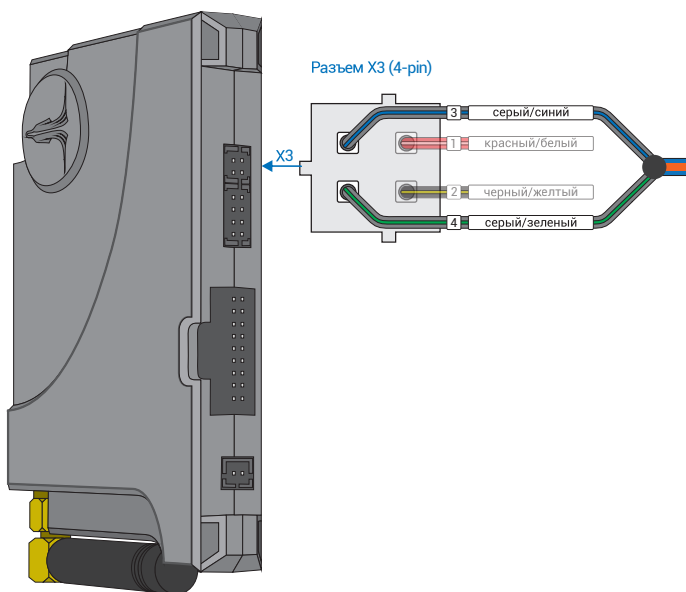
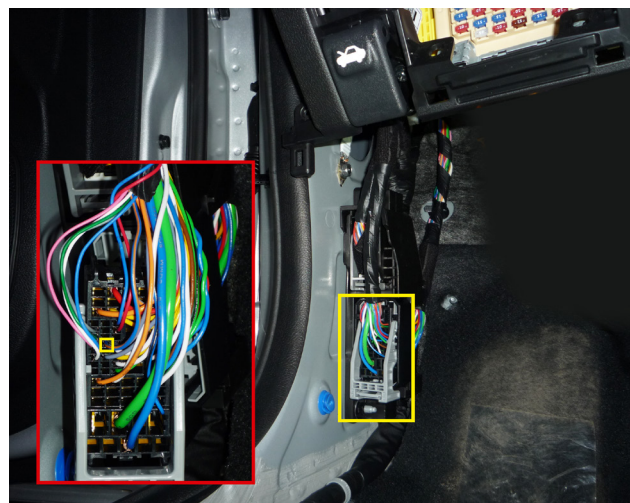

Рис.1 Призрак-8xx
Рис.2 Место подключения (синий/оранжевый провод)
3. Объедините между собой серый/синий провод (контакт №3) и серый/зеленый провод (контакт №4), находящиеся в разъеме Х3 (см. рис.1). Подключите их к шине данных а/м: синий/оранжевый провод за левой кик панелью в синем разъеме (см. рис. 2).